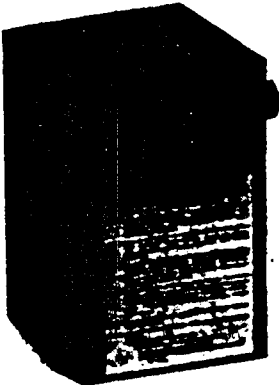

Bild 15 Sammler 4,8 NC 5
Sammler 4,8 NC 5 (Bild 15),
29. Der Sammler 4,8 NC 5 (Bild 15) dient zur Speisung der Glühlampe, der Sammler 2 B 19 (Bild 16) liefert den Heizstrom für die Verstärkerröhren und den Mikrosfonstrom.